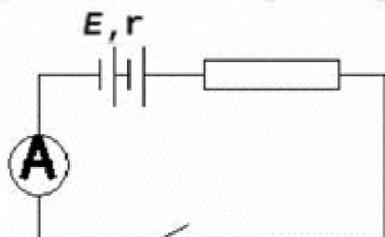

Рис.2
2. Составить электрическую цепь по схеме, изображенной на рис.2